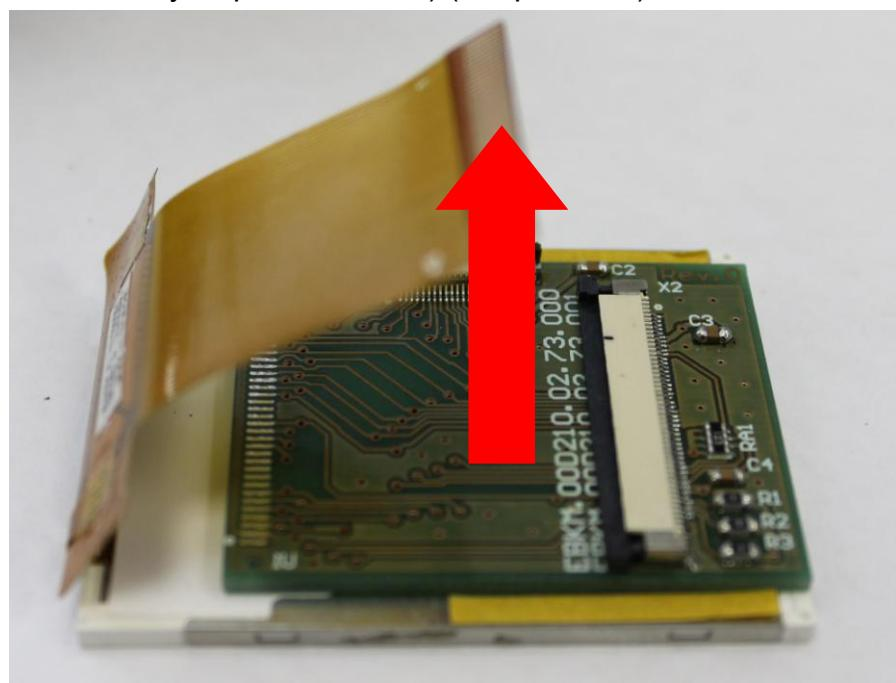

Рис. 8.20
- 8.7.3 Отделите модуль от монитора с помощью пинцета или скальпеля (модуль приклеен на двухсторонний скотч) (см. рис.8.20).